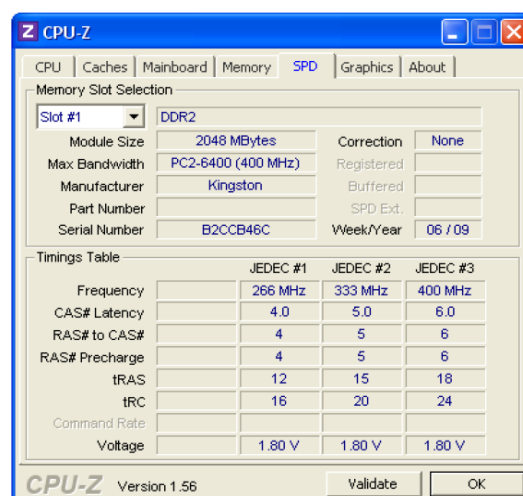

Figura 3. Características de los módulos de memoria proporcionadas por el fabricante
1. Desde los datos proporcionados por la hoja de especificaciones de los módulos (archivo KVR800D2N6\_2G.pdf) y el programa CPU-Z (Figuras 3 y 4) rellénese la siguiente tabla. Recuérdese que la figura 3 muestra información solo de un *slot*, pero existe un segundo con idénticas características.